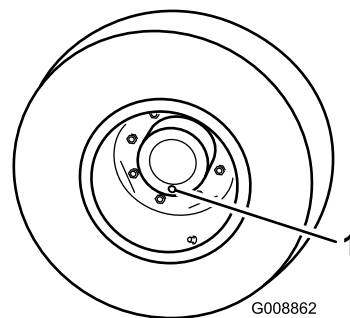

Figura 88
1. Coloque a máquina numa superfície nivelada, posicione uma roda de forma a que um dos tampões de verificação se encontre na sua posição mais baixa (6 horas) (Figura 88).